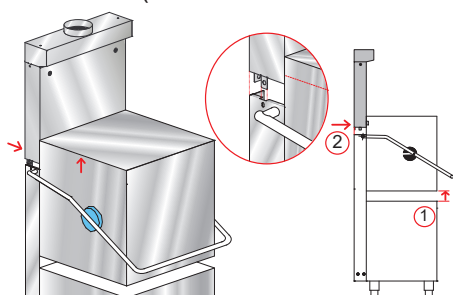

рис. 12
- Поднимите капот машины примерно на 10 см (см. рис. 12 - 1).
- Выровняйте блок рекуперации тепла над пазами для установки (см. рис. 12 - 2).
- Опустите блок рекуперации тепла точно в пазы для установки (см. рис. 12).